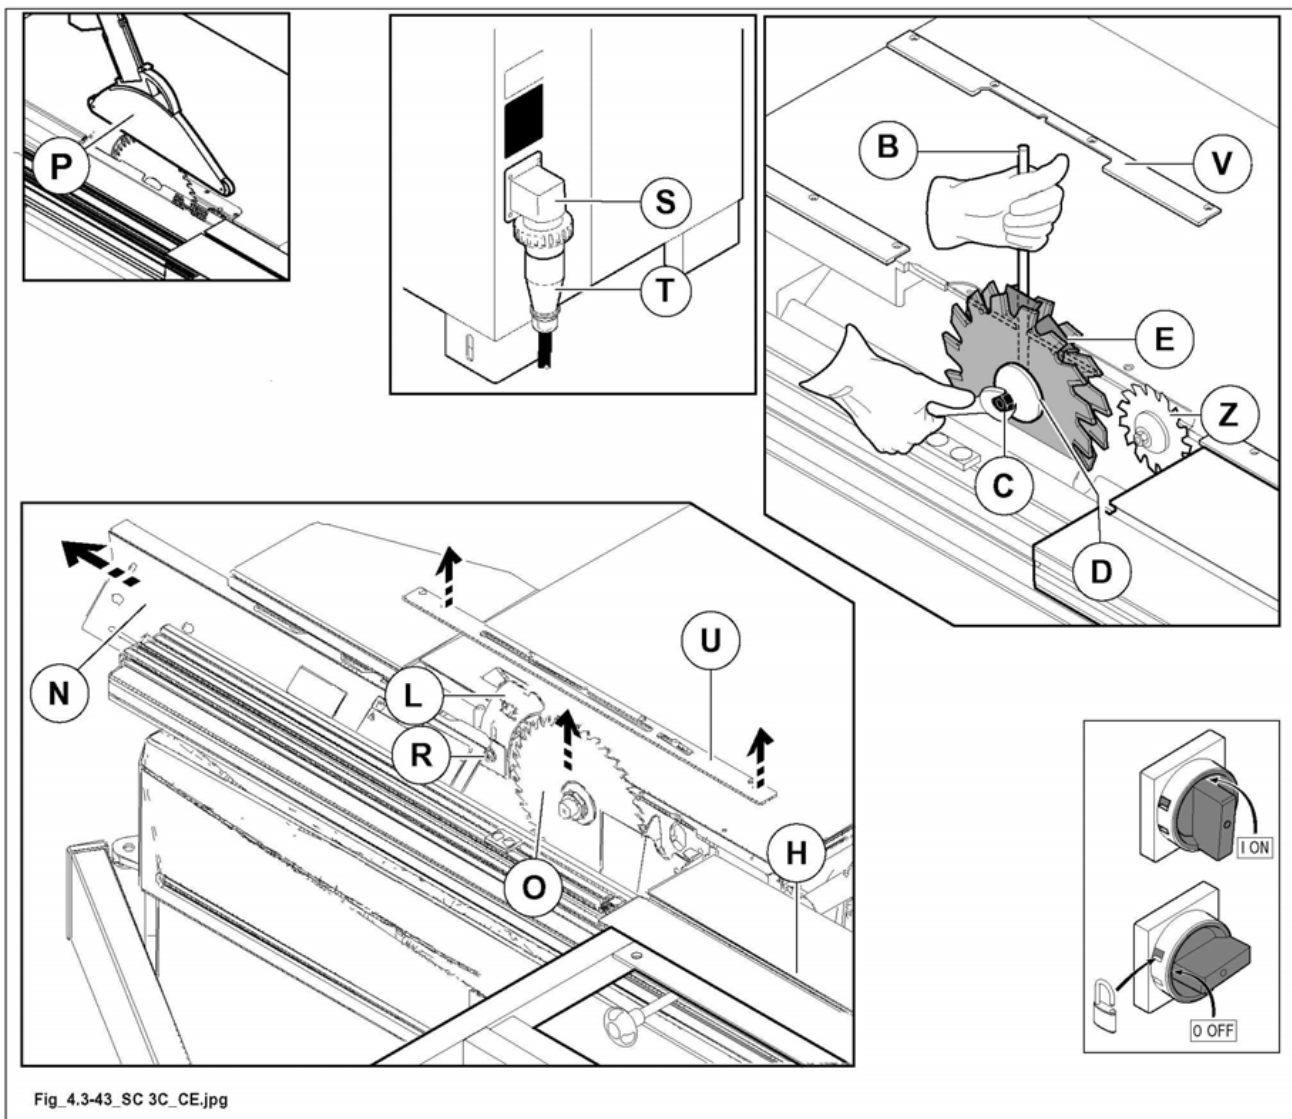

Abb. 4.3-43
- Schutzvorrichtung (P Abb. 4.3.43) völlig heben.
- den Wagen (H Abb. 4.3-43) ganz nach rechts verschieben.
- die Mutter lockern (R Abb. 4.3-43); das Trennmesser abmontieren (L Abb. 4.3-43) und die Mutter erneut arretieren.
- Öffnen Sie die Schutzvorrichtung (N Abb.4.3-43).
- den Stift (B Abb. 4.3-43) in das Loch der Riemenscheibe der Sägeblattwelle einsetzen.
das Anlassen des Sägemotors wird durch einen Endschalter verhindert wenn Schutzdeckel (N Abb. 4.3-43) offen ist.
die Feststellmutter (C Abb. 4.3-43) des Sägeblattes hat ein linksgängiges Gewinde und ist zum Herausschrauben nach rechts zu drehen.
- Die Arretiermutter (C ABB. 4.3-43) mit einem 46 mm Sechskantschlüssel lockern und den Flansch entfernen (D ABB. 4.3-43).
- Entfernen Sie die Lochabdeckung (D Abb. 4.3-43).
- Entfernen Sie das Sägeblatt (D Abb. 4.3-43).
- Montieren Sie eins nach dem anderen den Fräser (E ABB. 4.3-43), den Flansch (D ABB. 4.3-43) und die Mutter (C ABB. 4.3-43) ein (um ein etwaiges Vibrieren zu vermeiden reinigen Sie außerdem den Fräser DADO SET und den Flansch (D ABB. 4.3-43)).
- Die Mutter mit dem 46 mm Schlüssel anziehen indem Sie den Stift verwenden (B ABB. 4.3-43).
- Den Einritzer völlig senken (Z ABB. 4.3-43) wie im Kapitel 6 beschrieben.
aus Sicherheitsgründen Schutzdeckel (N Abb. 4.3-43) schliessen, andernfalls: